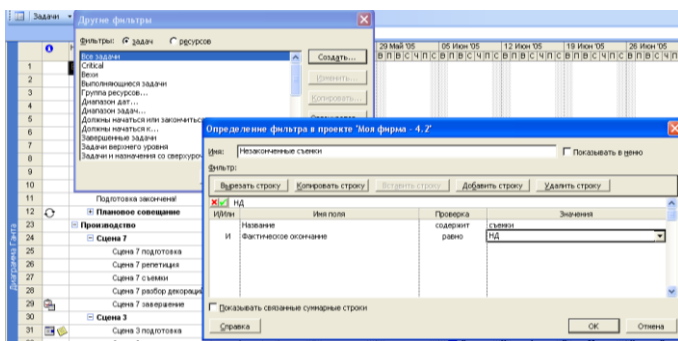

Рис. 158. Визначення умов відбору при створенні нестандартного фільтру
15.7.3. У діалоговому вікні *Другие фильтры* натиснути на кнопки *Создать* (рис. 158). З'явиться діалогове вікно *Определение фильтра: у полі Імя ввести Незаконченные съемки.*